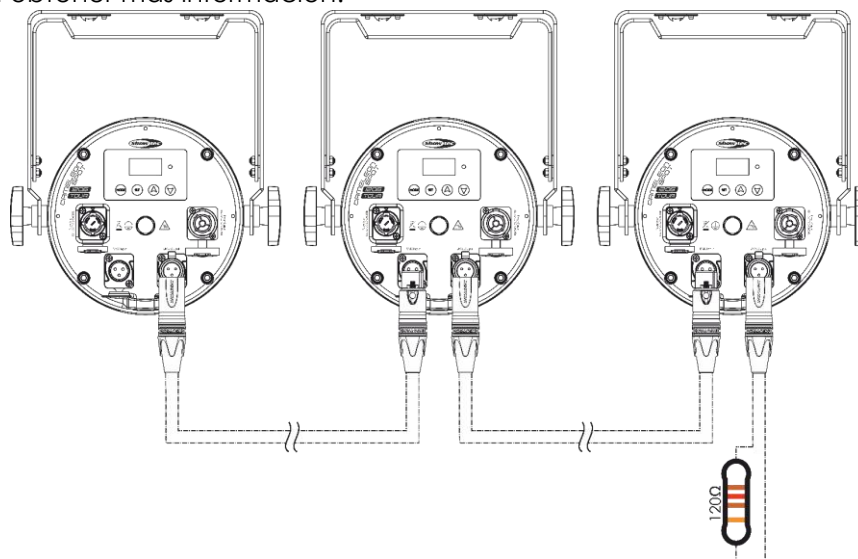

Fig. 09
- 02) Repita el paso 1 para conectar todos los dispositivos como se muestra en la Fig. 09.